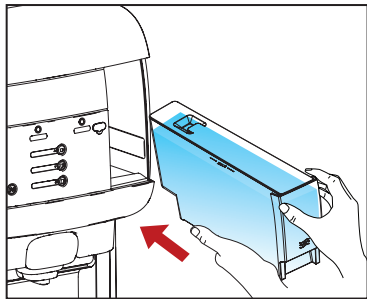

Bild 4
4. Fyll på vattentanken till MAX-nivån med färskt, rent vatten och sätt tillbaka den i automaten. (Se bild 4.)